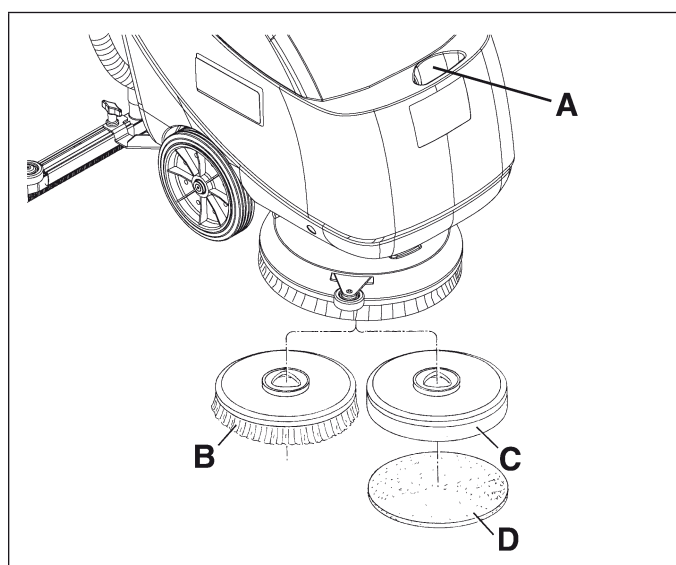

Figure 6
2. Remplir le réservoir de solution (A, Fig. 6) avec une solution adéquate au travail à effectuer.
Il est possible d'installer soit la brosse (B, Fig. 6) soit le plateau support disque (C) avec disque (D), en fonction du traitement à effectuer sur le sol.
5. Positionner la brosse (B, Fig. 6) ou le plateau (C) avec disque (D) sous la couverture.